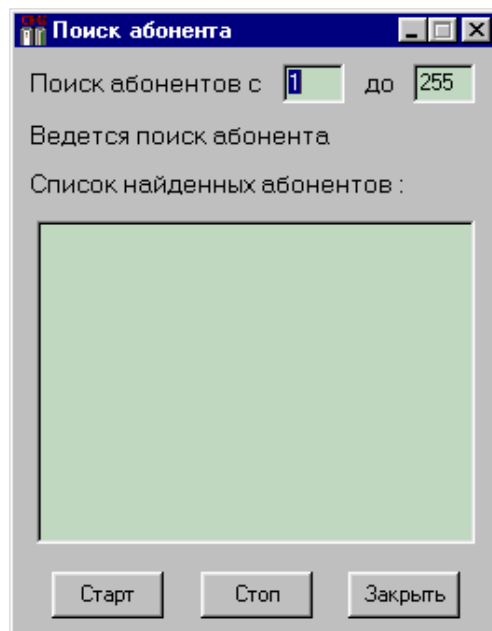

Рис. 4.13. Окно поиска сетевого адреса тепловычислителя
4.5.1. Откройте окно поиска сетевого адреса тепловычислителя. Для этого в основном окне программы (рис.3.1) нажмите клавишу "Поиск". На экране монитора должно появиться окно поиска сетевого адреса тепловычислителя рис.4.13.